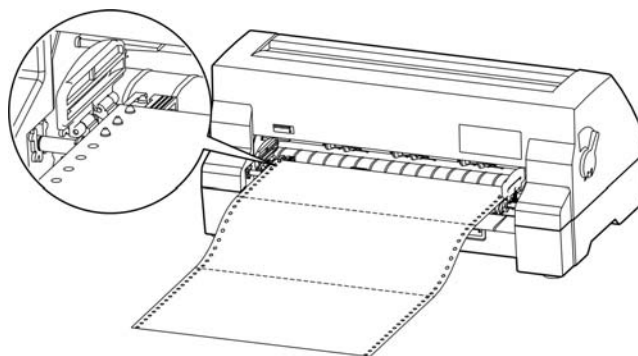

图 3-12 将连续纸安装在拖纸器链轮上
7. 打开拖纸器左右链轮盖，将连续纸安装在拖纸器左右链轮上（如图 3-12 所示）。